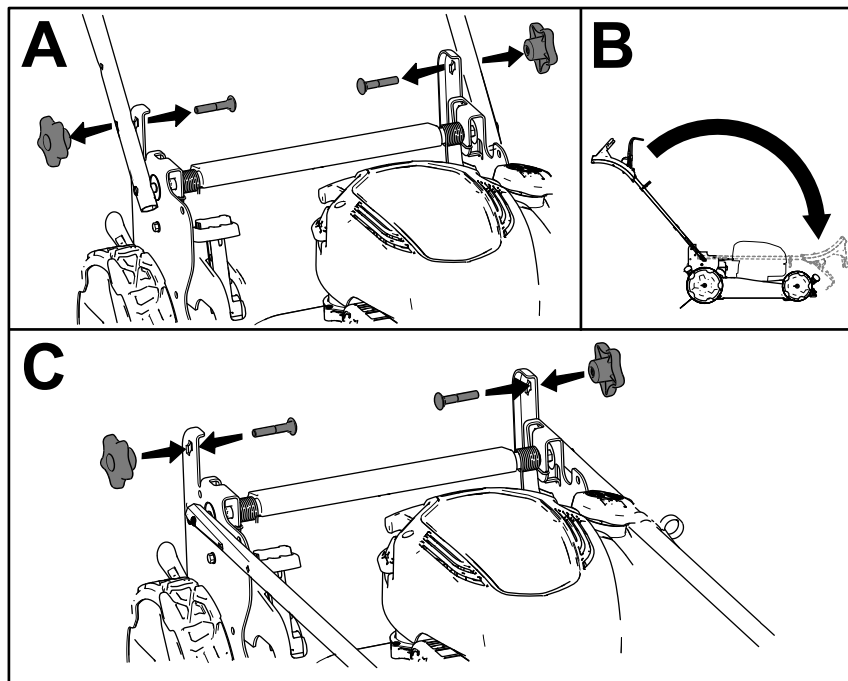

Figura 19
1. Retire y guarde los 2 pomos del manillar y los 2 pernos de cuello cuadrado de los soportes del manillar (Figura 19, A).
2. Pliegue el manillar girándolo hacia adelante (Figura 19, B).
3. Sin apretarlos, instale los pomos del manillar y los pernos de cuello cuadrado en los soportes del manillar (Figura 19, C).